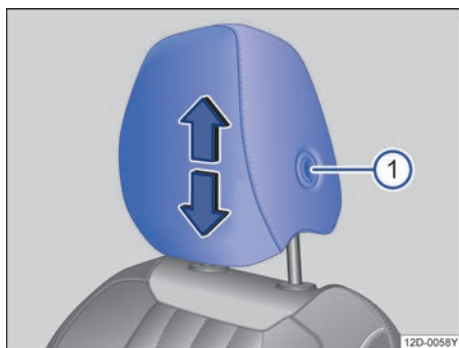

图 73 调整前排头枕
- 按住按钮→图 73①，同时沿箭头方向上推或下压头枕即可将头枕调整至合适高度→▲。